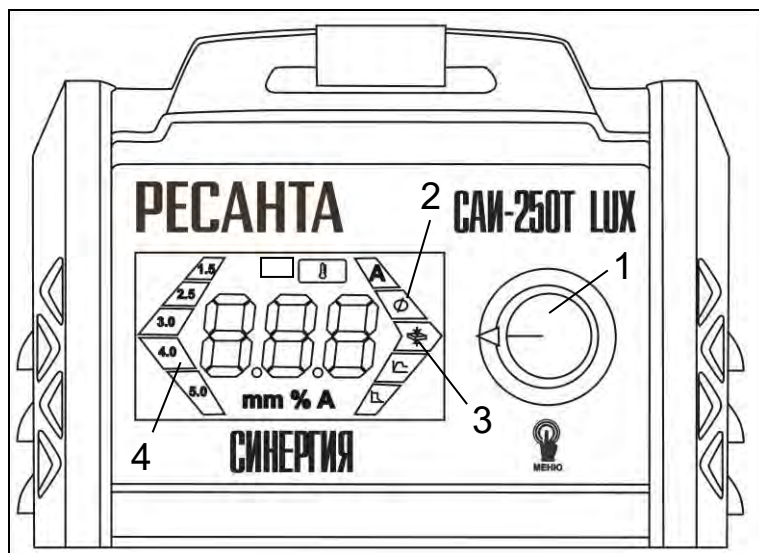

Рис.3 Управления режимами/функциями в синергетическом режиме
1.Переключение аппарата в Синергетический режим осуществляется путем длительного нажатия на регулятор 1 (рис.3). При каждом нажатии осуществляется переключение между функциями:
2. Выбор электрода осуществляется путем вращения регулятора 1(рис.3). При этом на дисплее указывается ток, подходящий для выбранного электрода.
3. Установка величины толщины металла 3(рис.3) осуществляется вращением регулятора 1(рис.3) для более точной подстройки параметров. После фиксации толщины металла на дисплее отобразится диаметр электрода и величина тока.
В Синергетическом режиме функции Горячий старт 5(рис.3) и Форсаж дуги 6(рис.3) работают автоматически.
Переключение сварочного аппарата из Синергетического режима в режим Ручного управления необходимо осуществить длительное нажатие на регулятор 1(рис.3).
- При завершении шва отведите электрод немного назад, чтобы заполнилась сварочная ванна, а затем переместите электрод на верхний край сварочной ванны (Рис 6 (1-2 рис.3)) и быстро отведите от кратера (Рис 6 (3 рис.3)).